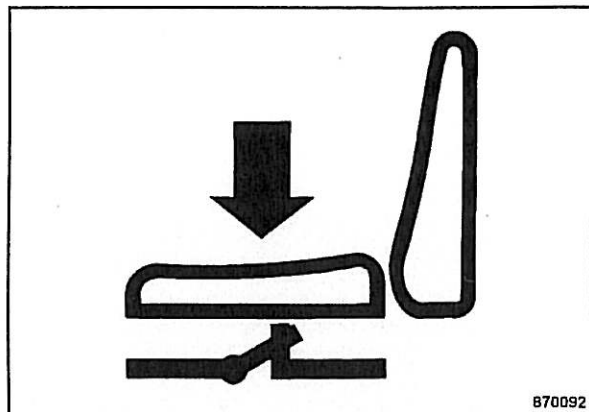

Fig. 38
- Sentarse en el asiento de conductor (Fig. 38).